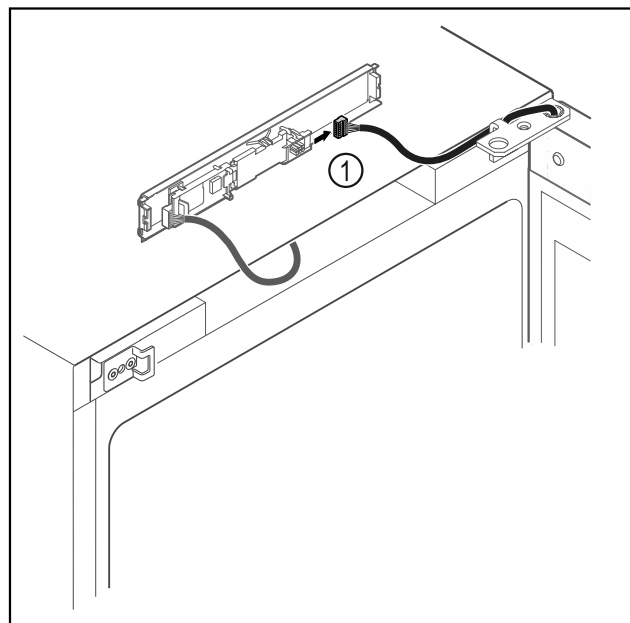

Fig. 10
- Shkëputni spinën Fig. 10 (1) nga qarku.